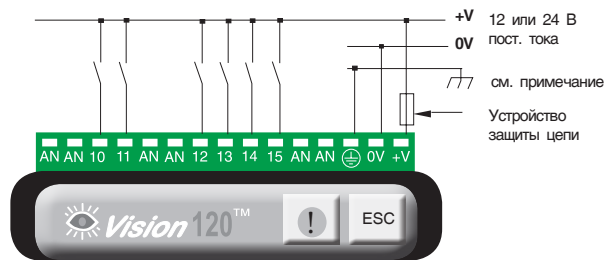

Рис. 3. Дискретные входы
- 6 дискретных входов (не имеют гальванической развязки) (рис. 3, стр. 4).